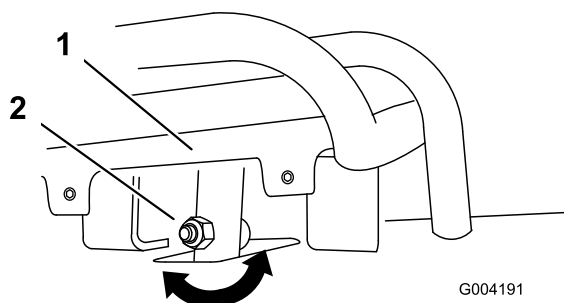
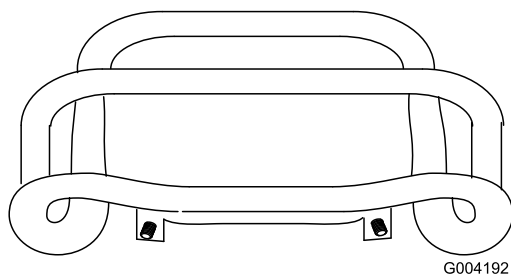

Figura 52
Figura 53
4. Si la parte delantera del control de tracción no queda enrasada con y paralela a la barra de referencia, afloje la tuerca con arandela prensada y el perno del tubo del control de tracción (Figura 52).
5. Ajuste el control de tracción hasta que quede enrasado con la barra de referencia al tirar del mismo hacia atrás del todo (Figura 52 y Figura 53).